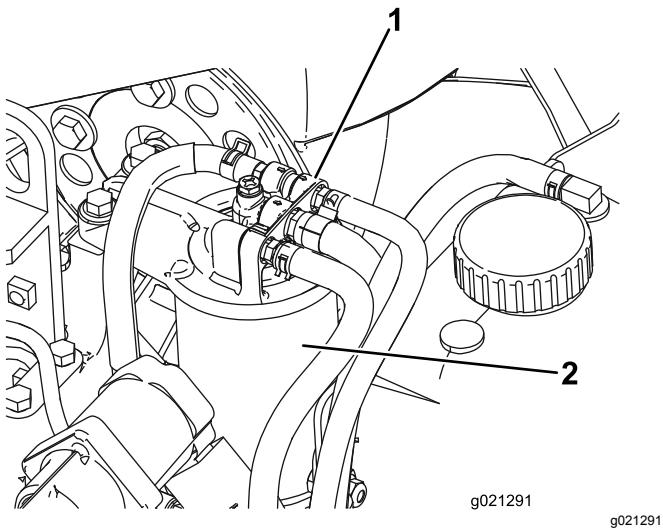

Figura 82
2. Limpie la zona alrededor de la cabeza del filtro de combustible (Figura 82).
3. Retire el filtro y límpie la superficie de montaje de la cabeza del filtro (Figura 82).